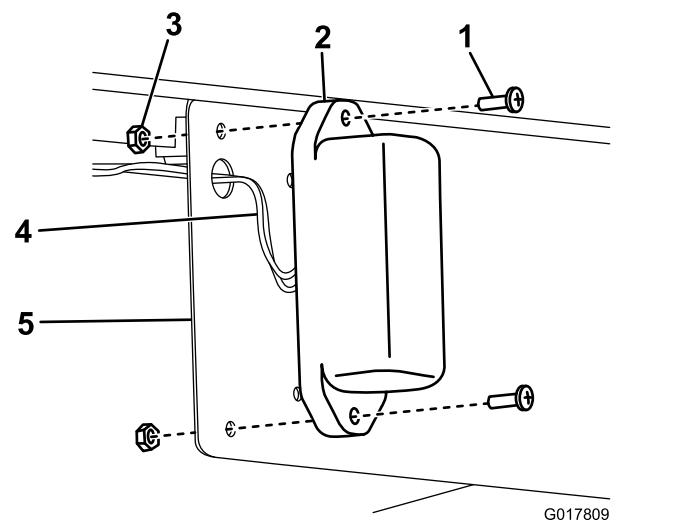

Figura 7
4. Insira os fios através dos furos grandes na placa de matrícula e ligue as duas luzes da matrícula (Figura 7).
5. Instale as luzes da matrícula ao suporte da matrícula utilizando os quatro parafusos de cabeça Phillips (n.º 10 x 5/8 pol.) e quatro porcas de bloqueio (n.º 10) como se mostra na Figura 7.